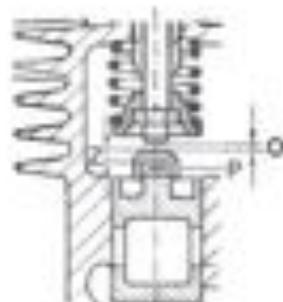

Fig. 5
Le réglage du jeu des soupapes (O), fig. 5) doit être effectué, le moteur étant froid.
Vérifier le jeu (O) entre la queue de soupape et le chapeau de poussoir à l'aide d'une feutre, la soupape étant fermée (poussoir au point mort bas). Les chapeaux de poussoir peuvent être obtenus en diverses épaisseurs (Z), échelonnées de 0,20 à 0,20 mm. En cas de commande, indiquer l'épaisseur (Z, fig. 5) désirée. D'autre part, des rondelles de réglage (P), épaisseur de 0,1 mm, peuvent être livrées. Le jeu correct (O) des soupapes est obtenu par le montage d'un chapeau d'une épaisseur adéquate et, si nécessaire, d'une rondelle de réglage.